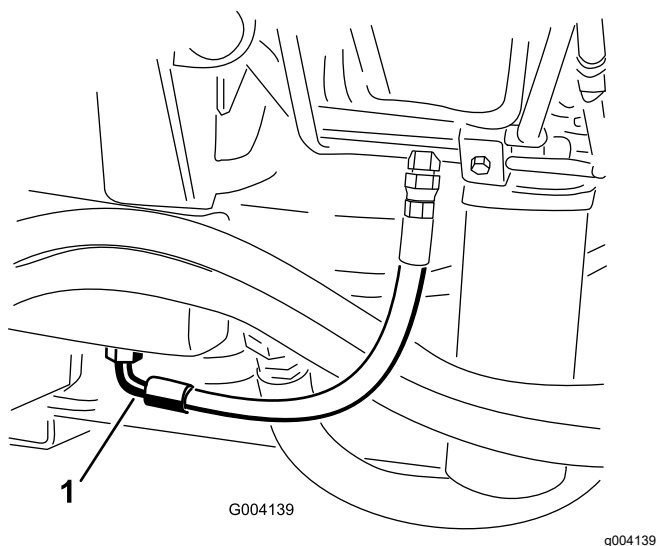

Figure 58
2. Placez un grand bac de vidange sous le raccord monté au bas du réservoir de liquide hydraulique (Figure 58).